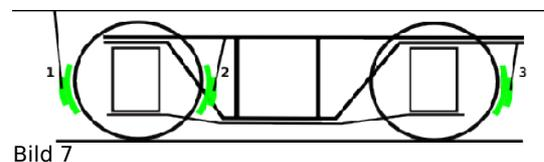

Bild 7
Bremse: Archbars mit kurzen Wangen, wie sie bisher in den Bildern vorgestellt wurden, können nur innenliegende Bremsen haben (Bild 7), für aussenliegende fehlt ein Aufhängepunkt für die Klötze. Will man doch aussenliegende Bremsen, müssen die Wangen verlängert (3) oder die Klötze am Wagenboden aufgehängt werde (1). Alle drei Methoden wurden beim Vorbild praktiziert, für die Gartenbahn kommt am ehesten (2) in Betracht.